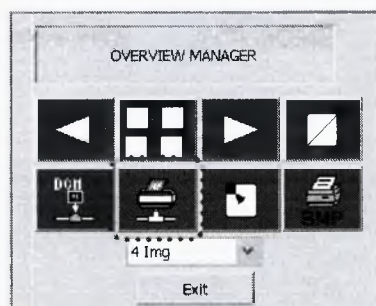

Рисунок 141
- отправьте его на принтер, используя команду **Печать** в меню **Менеджер общего вида** (см. рисунок 141).